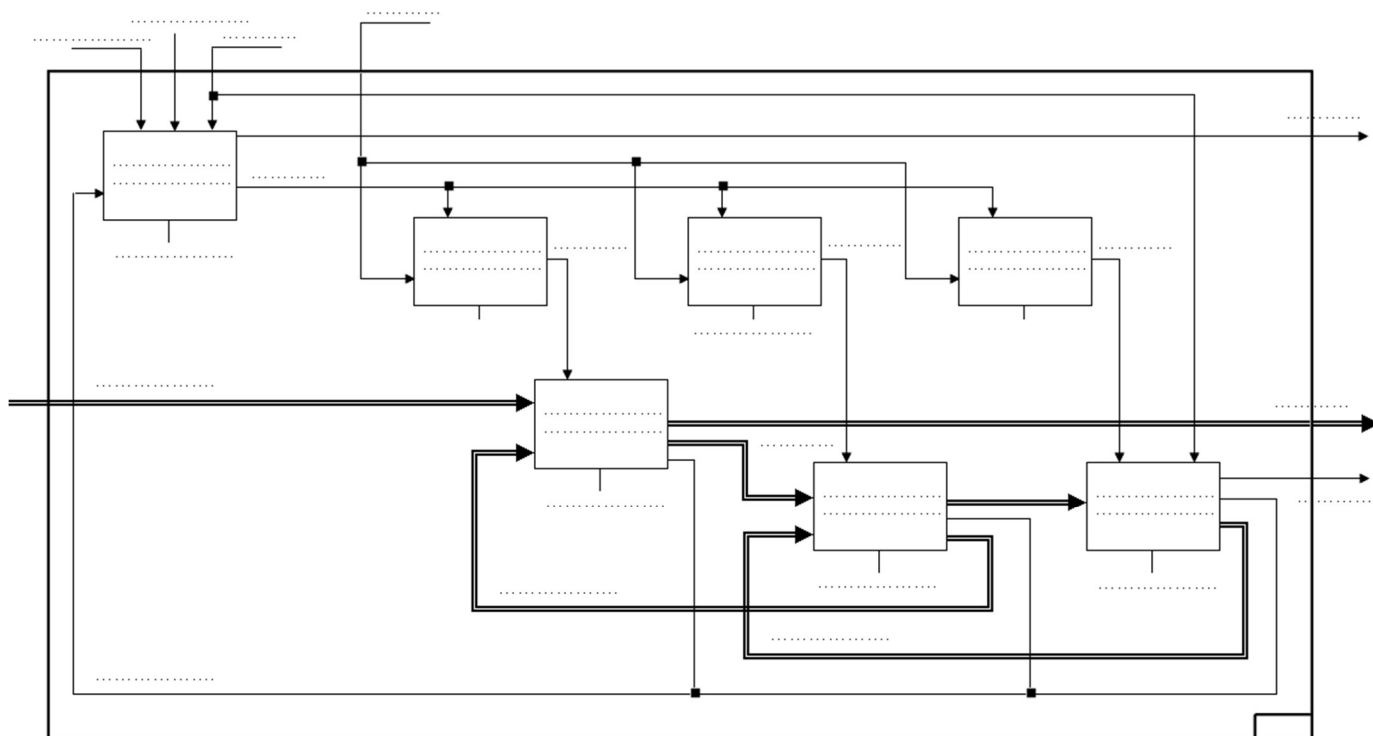

Figure 2
- En s'aidant des termes suivants, compléter le niveau A0 du système (figure 2) :